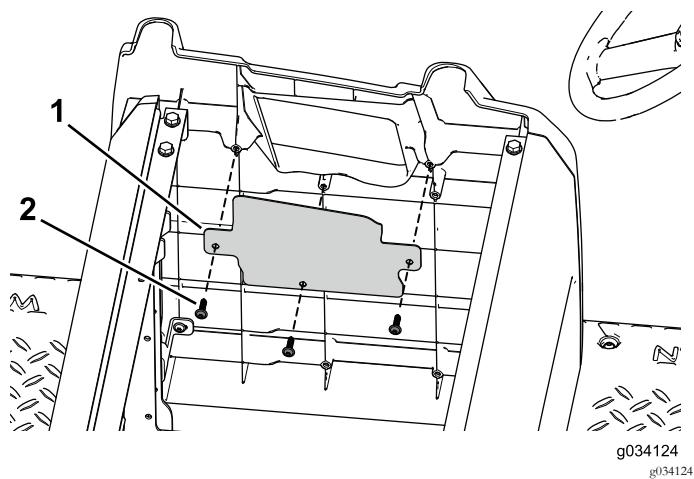

Рисунок 96
6. С помощью трех самонарезающих винтов зафиксируйте крышку отверстия на боковой пластине (Рисунок 96).